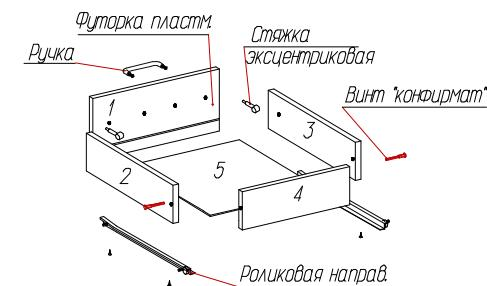

Рис. 4 Схема сборки ящика
- Собрать ящики и установить их на место (см. рис. 4);